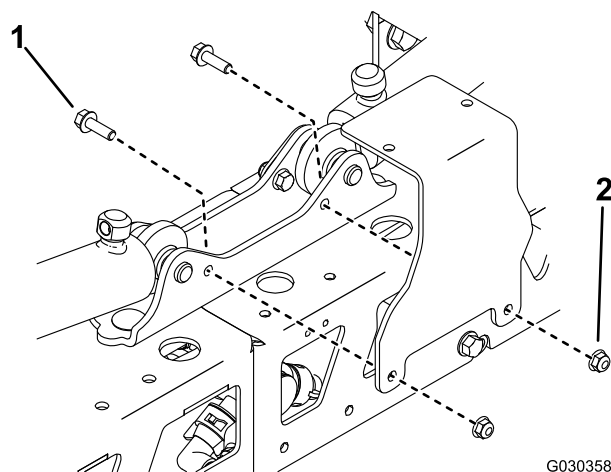

Figura 3
6. Remova o suporte de montagem da máquina (Figura 3).